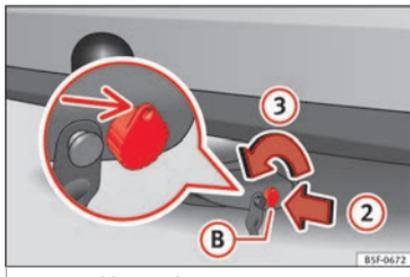

Fig. 228 Sbloccare la serratura
- Inserire la chiave (B) nella serratura nel senso della freccia 2 » fig. 228.